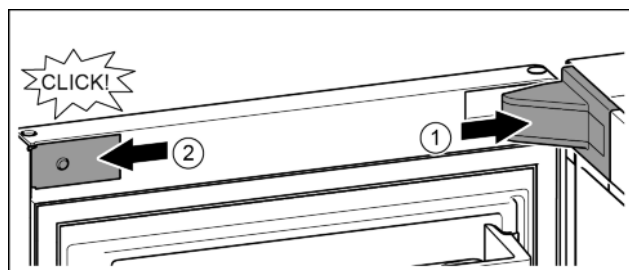

Fig. 21
- ▶ Nasadte a zaklapněte kryt stojanu ložiska, příp. opatrně přitlačte od sebe. Fig. 21 (1)
- ▶ Z boku nasadte zásepku a zaklapněte. Fig. 21 (2)